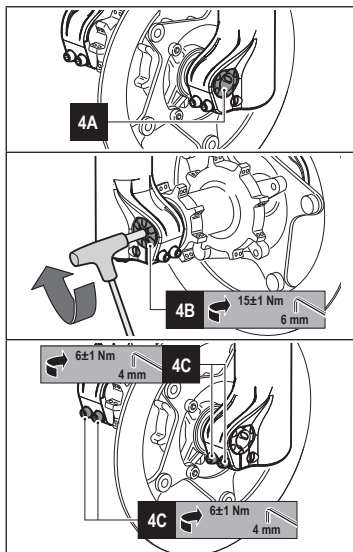

Abbildung 4 - ø20mm Taperwall Steckachse: Laufradbefestigung
- Die Mitte des Rads mit den beiden Radachsen ausrichten (siehe **4A in Abbildung 4**).
- Die Radachse durch die linke Radaufnahme, das Rad und die rechte Radaufnahme schieben (siehe **4A in Abbildung 4**).
- Die Radachse mit dem vorgesehenen Moment (**15±1Nm**) anziehen, dazu mit einem 6mm-Inbusschlüssel an der Bolzenkappe drehen (siehe **4B in Abbildung 4**).
- Die Schrauben an den beiden Radaufnahmen mit einem 4mm-Inbusschlüssel mit dem vorgesehenen Moment (**6±1 Nm**) in der Reihenfolge "1-2-1" anziehen (siehe **4C in Abbildung 4**).